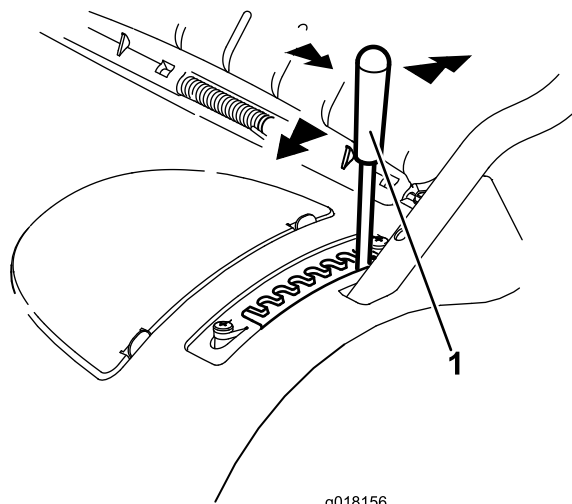

Figura 11
1. Sujete la palanca y tire hacia un lado para liberarla de la muesca de bloqueo (Figura 11).
- Empújela hacia adelante para bajar la altura de corte o tire de la misma hacia atrás para elevar la altura (Figura 11).
- Suelte la palanca en la posición deseada y asegúrese de que queda firmemente bloqueada en una de las ocho muescas de ajuste (Figura 11).